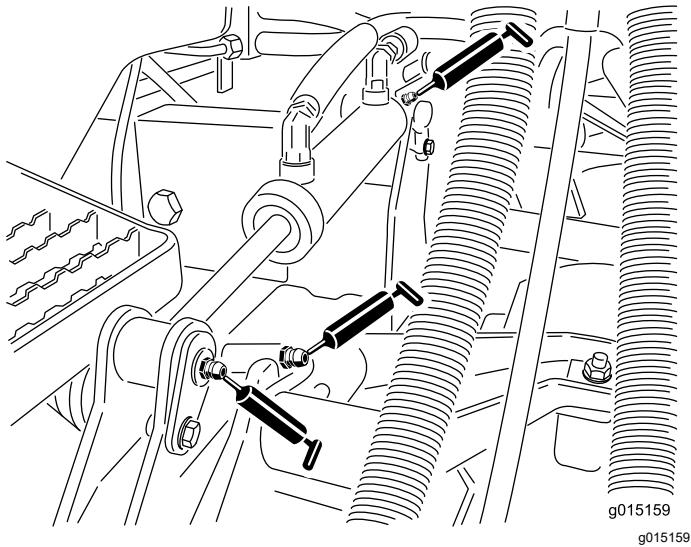

Figura 51
- Boccole (1 per piatto di taglio) del braccio di sollevamento (Figura 51).
- Boccole (2 per piatto di taglio) del braccio di sollevamento (Figura 51).